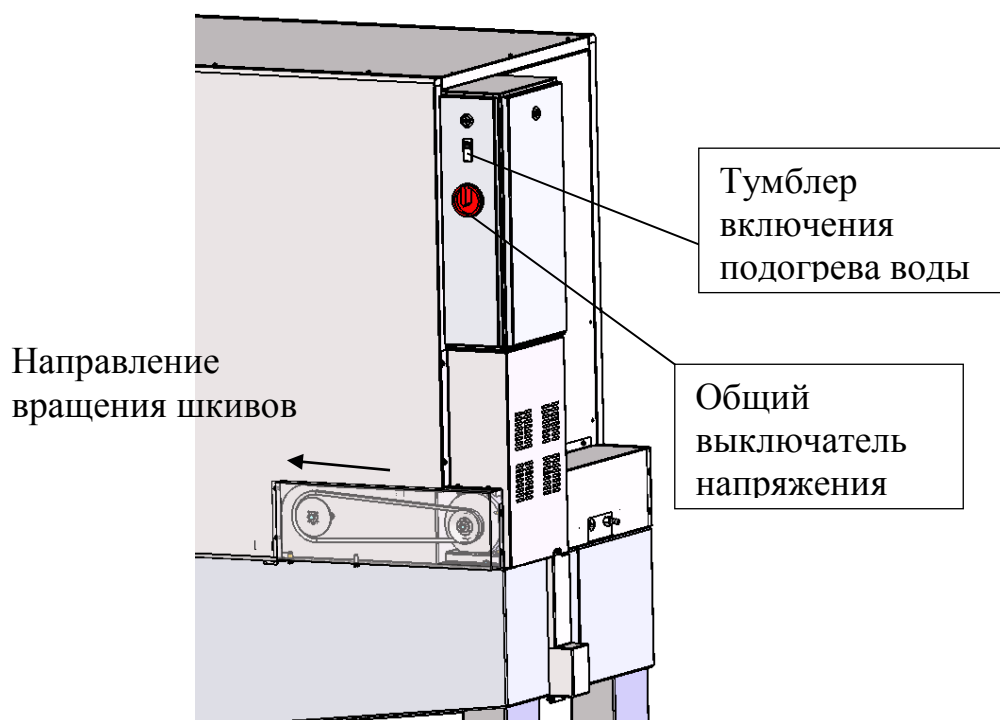

Рис. 6.
5.2. Изделие СМК-002-Н имеет возможность нагревать воду, для этого включить тумблер (рис. 6), расположенный на корпусе электротехнического шкафа и подогреть воду. При достижении температуры воды 40° нагревательный элемент отключится, температурное реле будет поддерживать требуемую температуру воды.